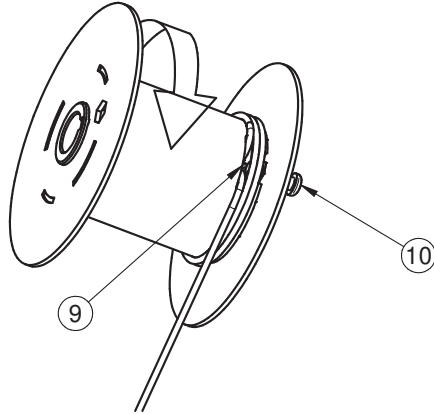

Fig. 4.5
5) Enroulez deux bobines complètes, en maintenant le câble en contact avec le tambour, puis créez une boucle et insérez-la dans la fente du tambour (Réf.9 Fig.4.5), serrez complètement la vis Réf.10 Fig.4.5 de manière à ce qu'elle passe à l'intérieur de la boucle, appliquez du frein-filet moyen sur la vis et serrez, puis enroulez complètement le câble.